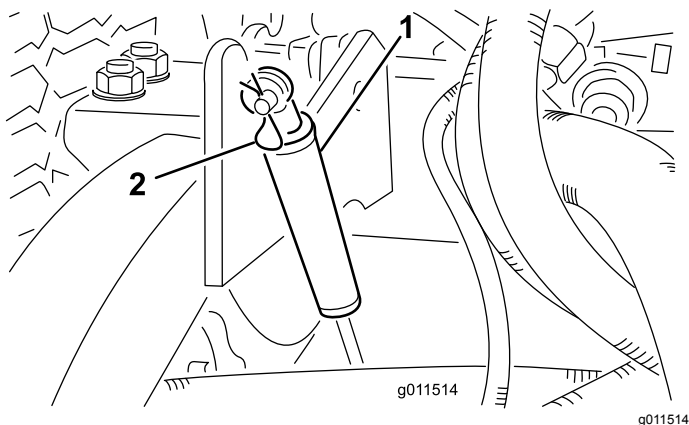

図 120
2. ダンパを昇降アームに固定しているヘアピンコッターを外す 図 120。